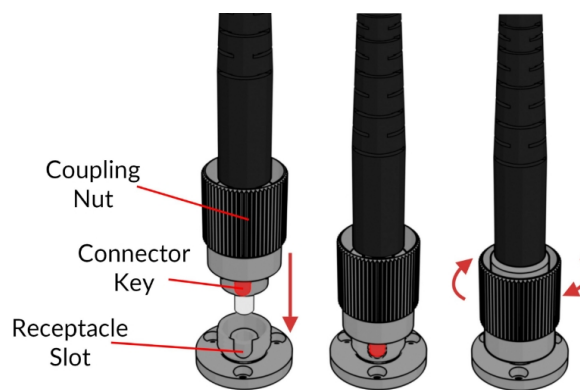

Figure 3.2 : Connecteur FC, Installation de la fibre
- Avec un connecteur FC (ports Opsin), la **clé du connecteur doit être orientée pour entrer dans la fente du réceptacle** pour assurer une connexion adéquate (Fig. 3.2).